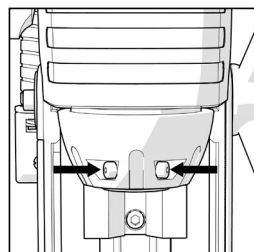

Fig. 7
- Vérifiez que les vis sans tête de verrouillage de la fraise situées dans la broche ne sont pas avancées dans l'alésage de la broche. (Fig.7)